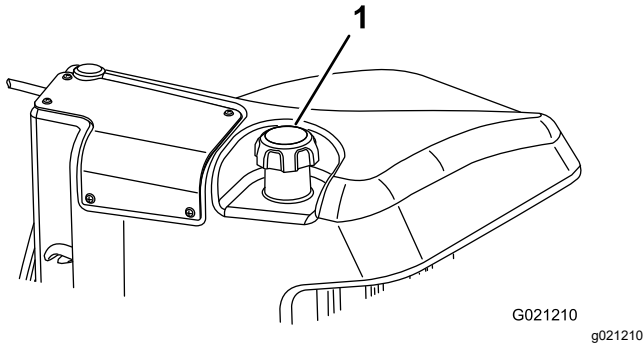

Figura 49
3. Îndepărtați capacul de la rezervorul de combustibil (Figura 49).